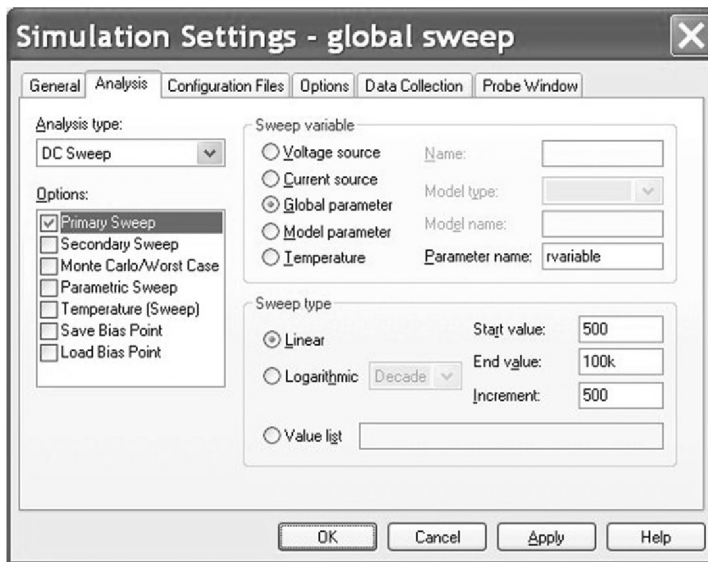

图 5.10 全局参数扫描仿真设置
**rvariable**。扫描类型为 **linear** 线性扫描，起始值为  $500\Omega$ ，结束值为  $100k\Omega$ ，步长为  $500\Omega$ （见图 5.10）。